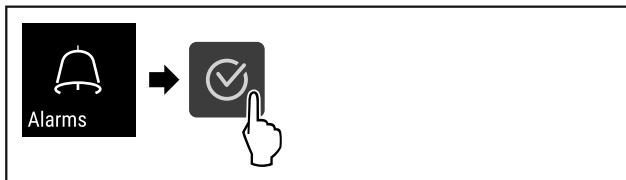

Fig. 105
- ▶ Εκτελέστε τα βήματα ενεργειών (βλέπε Fig. 105) .